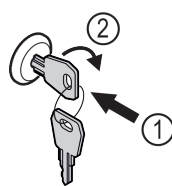

Fig. 196 Vejledende illustration
- Sæt nøglen i Fig. 196 (1).
- Drej nøglen 90° med uret Fig. 196 (2).